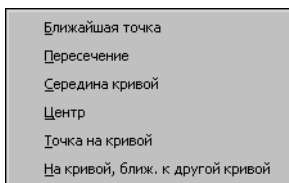

Рис. 8.14. Меню Геометрического калькулятора при задании точки
2. Вызовите контекстное меню в поле координат центра эллипса. Это меню содержит команды геометрического калькулятора для задания положения точки (рис.8.14).